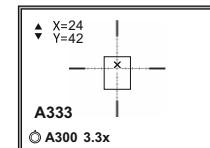

Рис.5
10) Вращением энкодера передвигайте опорный крест относительно метки до тех пор, пока опорный крест не совместится с точкой попадания (см. рис. 5).
- Индикация используемой дистанции отображается на дисплее в строке статуса (например,  A300 : профиль оружия A; дистанция пристрелки 300м) (рис.5)